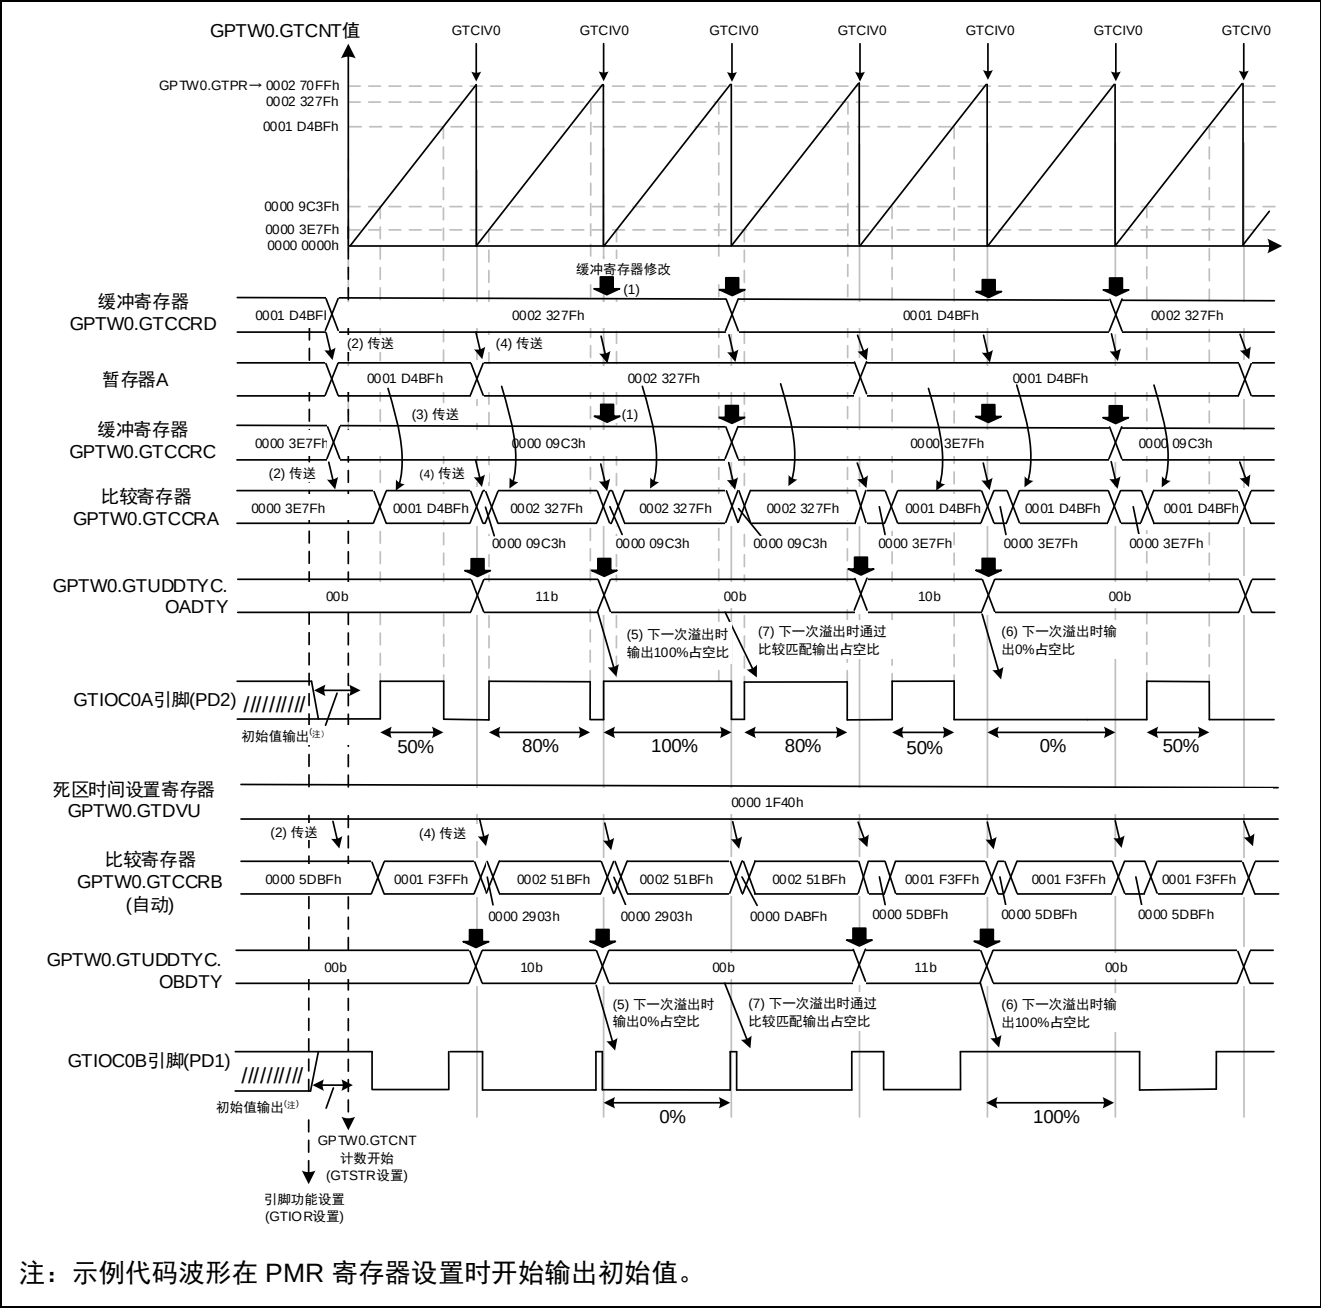

图 4.89 示例代码运行
- 关于占空比改变的时间的详细信息, 请参考图 4.89
示例代码运行如图 4.89 所示。通过在 GTCNT 计数器溢出中断（GTCIV0）时修改缓冲寄存器 GTCCRC 和 GTCCRD 的值来改变每个周期的占空比设置（图 4.89 中（1））。
使用 Smart Configurator 生成的代码中缓冲寄存器的初始值设置为与此示例代码中的比较寄存器相同的值。因此，在计数开始之前，在用户初始化函数 `R_Config_GPT0_Create_UserInit` 中设置缓冲寄存器的值。通过强制缓冲传送，寄存器中的设置值分别从缓冲寄存器 GTCCRD 传送到暂存器 A 和从缓冲寄存器 GTCCRC 传送到比较寄存器 GTCCRA（图 4.89 中（2））。
1. 当 GTCCRA 比较匹配发生时，从暂存器 A 传送到比较寄存器 GTCCRA（图 4.89 中（3））。
2. 当 GTCNT 计数器溢出发生时，分别从缓冲寄存器 GTCCRD 传送到暂存器 A 和从缓冲寄存器 GTCCRC 传送到比较寄存器 GTCCRA（图 4.89 中（4））。
- 100%占空比输出（图 4.89 中（5））
- 0%占空比输出（图 4.89 中（6））
- 从占空比 100%和 0%切换（图 4.89 中（7））